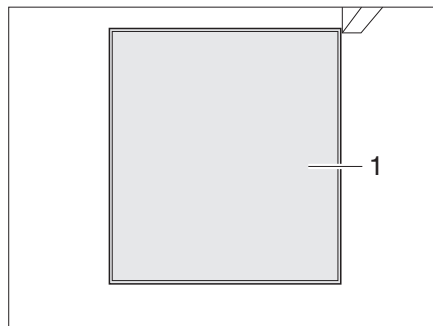

Bild 284 Zugang Fäkalientank, geschlossen
- Wenn der Zugang zum Fäkalientank (Kassette) (Bild 284,1) verschlossen ist: Toilettenraum herausziehen (siehe Abschnitt 11.7.1).